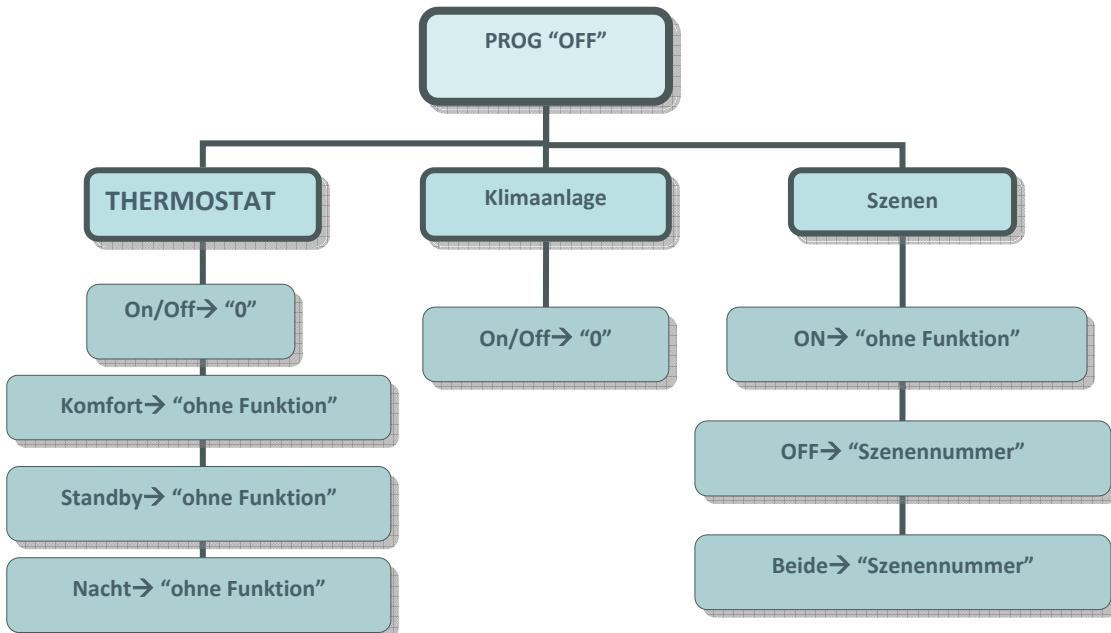

Bild 3.2
3.1 und Bild 3.2 kann man erkennen welche Auswirkung das Senden von "1" bzw. "0" über den jeweiligen Kanal auf Thermostat, Klimaanlage und Szenen hat.